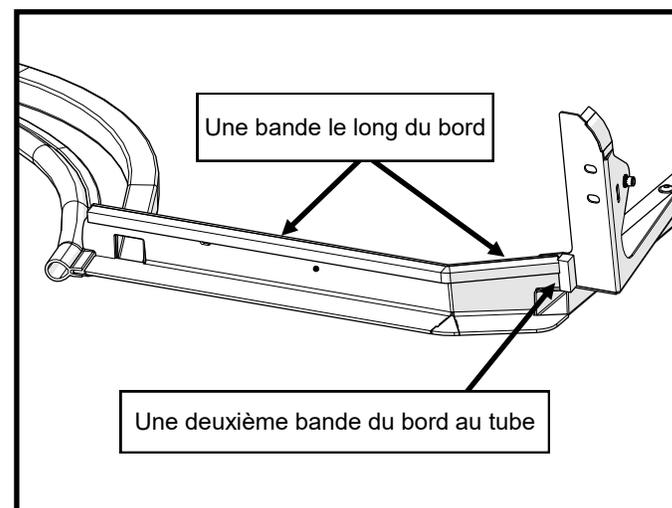

Figure 26 : Installer un joint en mousse
26. Localiser le cadre latéral gauche et installer le joint en mousse fourni le long du bas du plancher, comme le montre la figure 26. Répéter sur le cadre latéral droit.